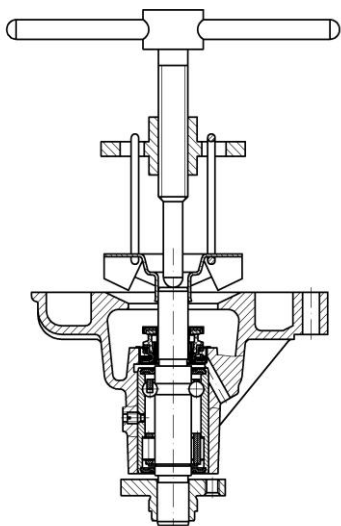

Рисунок 70. Снятие крыльчатки
- с помощью съемника снять крыльчатку (рис.70);